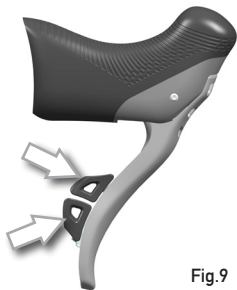

Fig.9
- agite ripetutamente sulla leva inferiore, come se voleste salire sui pignoni più grandi (Fig.9).
- agite ripetutamente sulla leva superiore, come se voleste scendere sui pignoni più piccoli (Fig.9).